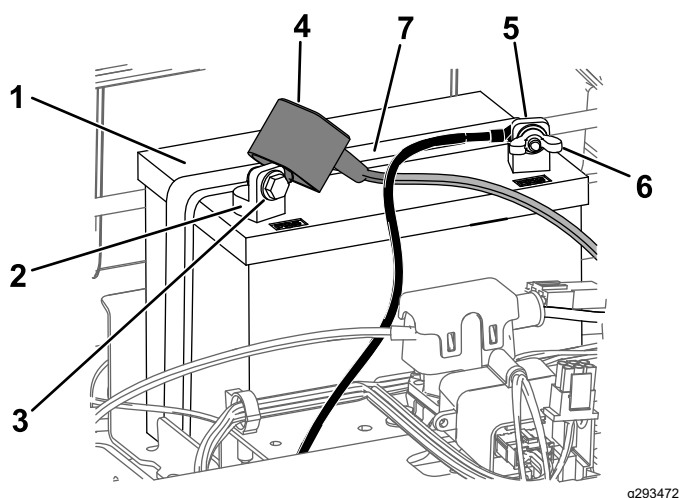

Figura 48
4. Deconectați cablul negativ (negru) de legare la masă de la suportul bateriei (Figura 48).
6. Deconectai cablul pozitiv (rou) de la borna bateriei (Figura 48).
7. Scoatei elementul de fixare a bateriei (Figura 48) și ridicai bateria din compartimentul său.
1. Amplasati bateria în compartimentul său (Figura 48).
5. Fixați bateria cu elementul de fixare (Figura 48).